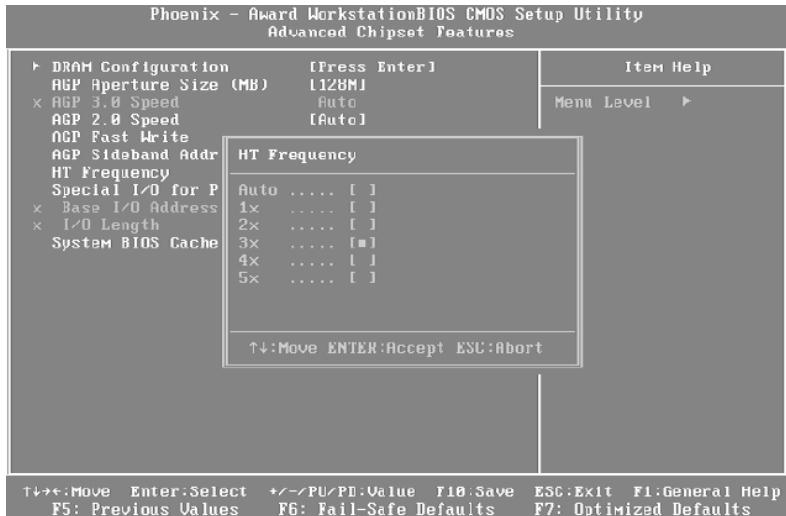

Рис. 6.5. Уменьшение рабочей частоты шины HyperTransport
3. Уменьшите частоту шины HyperTransport с помощью параметра HT Frequency или аналогичного (рис. 6.5) на 1-2 ступени. Например, для процессоров Athlon 64 номинальная частота HT составляет 1000 МГц (множитель 5) и вы можете понизить ее до 600-800 МГц (множитель 3 или 4). Если в вашей системе имеется параметр для установки частоты встроенного в процессор контроллера памяти, например CPU/NB Frequency, его значение также рекомендуется уменьшить.